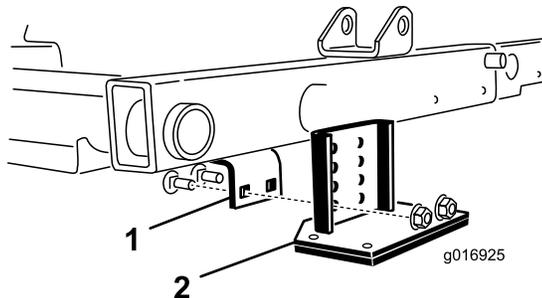

図 30
2. 中央のcuttingユニットの上にあるフレームブラケットを探し出す 図 30。
3. チッパーブラケット装着後もローラの接触状態が変わらないようにするには、チッパーブラケットのどの穴を使ってフレームブラケットに取り付けばよいかを、中央cuttingユニットの前ローラを押し下げて調べる 図 30。
4. cuttingユニットを降下させ、キットに付属しているキャリッジボルト2本とナットを使って、チッパーブラケットをフレームに取り付ける 図 30。